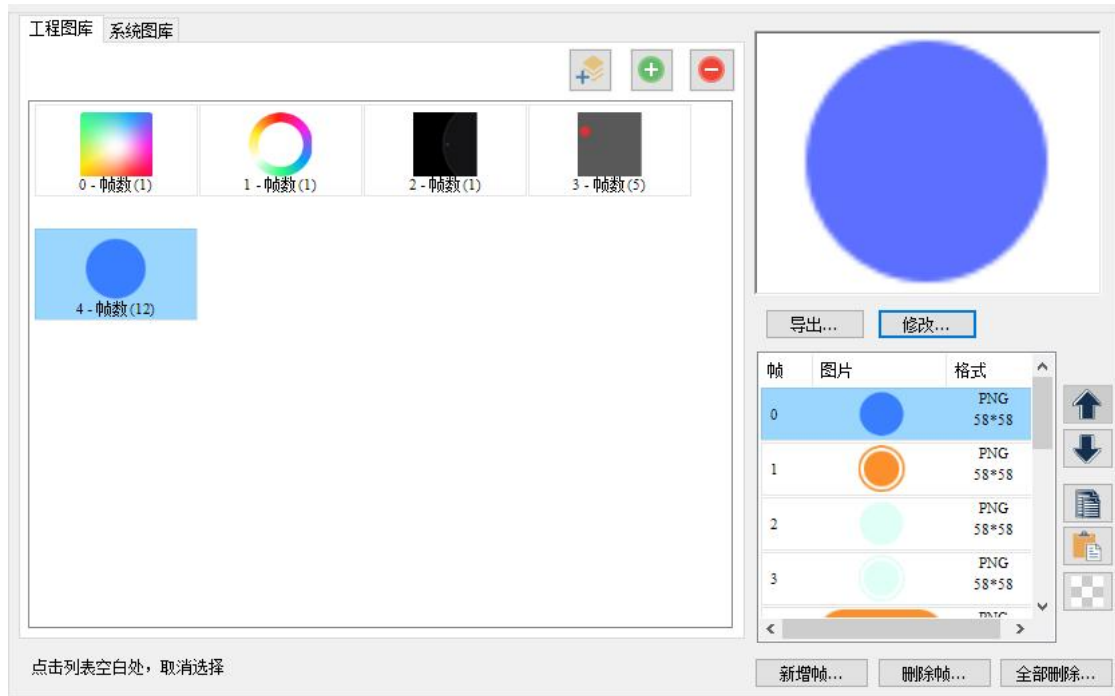

图 7-9 修改图标顺序
3. 图标 4 第 0 帧黄色指示灯变为蓝色, 如下图 7-9 所示;